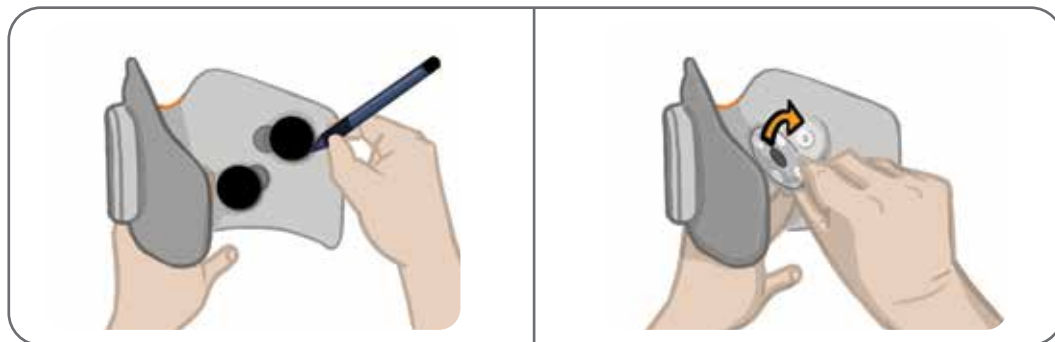

Figure 8-5 : Marquez la position de la base d'électrode (à gauche)
2. Marquez la position des bases d'électrodes usagées sur le manchon de la jambière à l'aide d'un marqueur indélébile. Reportez-vous à la figure 8-5.